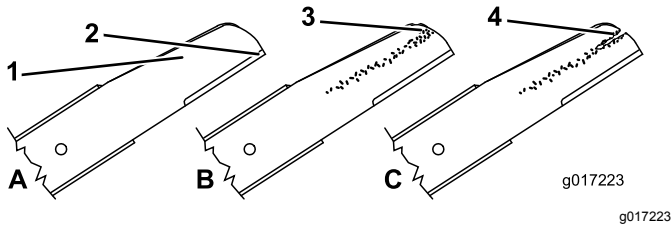

Bild 36
1. Untersuchen Sie die Schnittkanten (Bild 36). Bauen Sie die Schnittmesser aus und schärfen oder tauschen sie aus, wenn die Kanten nicht scharf sind oder Kerben aufweisen.
2. Prüfen Sie die Schnittmesser, insbesondere den gebogenen Bereich (Bild 36). Wenn Sie Beschädigungen, Verschleiß oder Rillenbildung in diesem Bereich feststellen, tauschen Sie die Messer sofort aus.